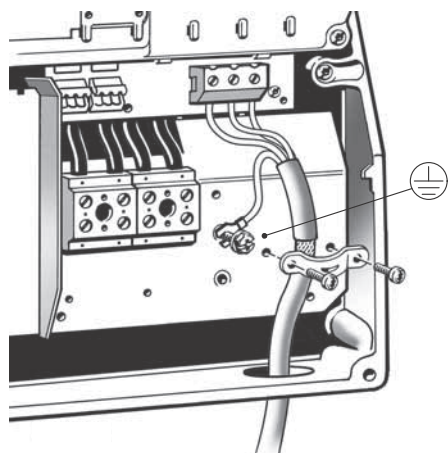

Рис. 10 Подключение электродвигателя, B2
1. Подключите заземляющий провод к клемме 99 (защитное заземление). См. рис. 10.
2. Подключите провода электродвигателя к клеммам 96 (U), 97 (V), 98 (W).